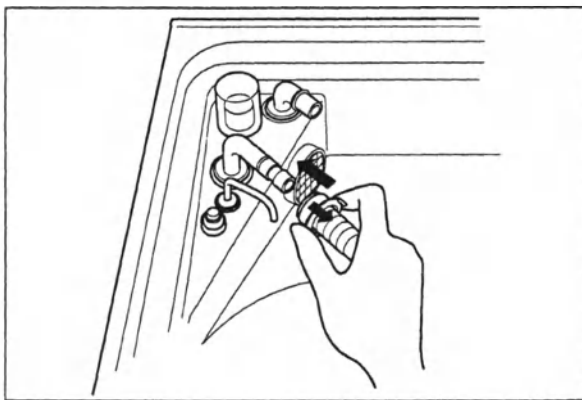

Рис. 4.35
4. Оттягивая манжету на коннекторе шланга для слива дезинфицирующего раствора, присоедините коннектор к выпускному отверстию для дезинфицирующего раствора внутри моечной ванны (см. рис. 4.35).